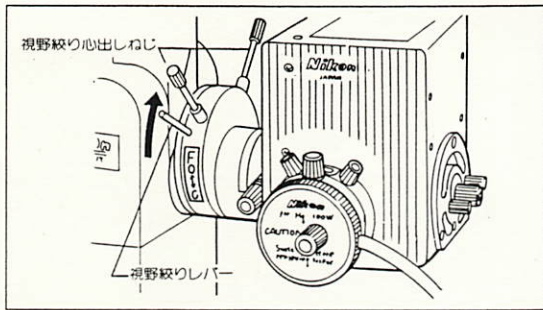

図14
- 2) 視野絞りレバーを (0) の方向に回して視野絞りを全開にします。(図14)
- 3) 視野絞りが接眼の視野に対して偏心しているときは、視野絞り心出しねじ(図14参照)でほぼ同心となるよう調節します。